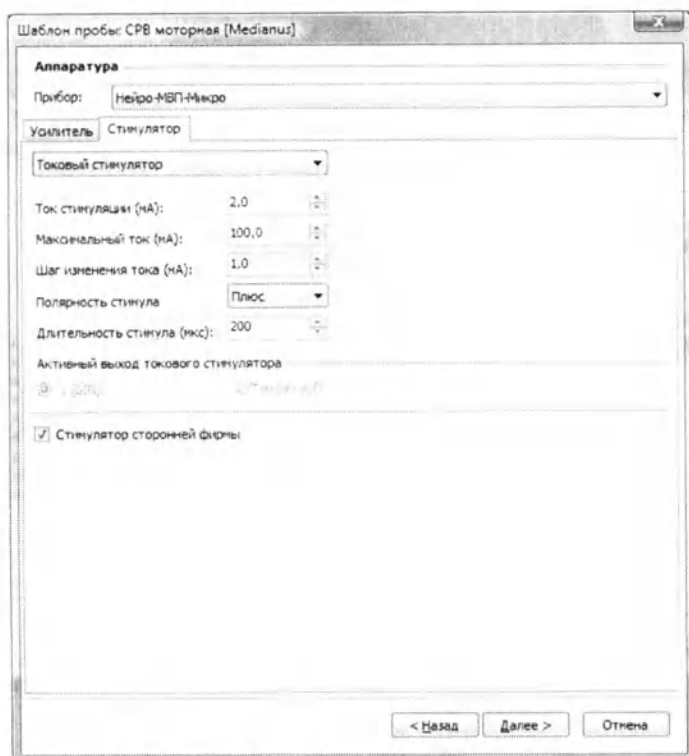

Рис. 12. Окно настройки запуска регистрации от внешнего стимулятора
3. Запустите программное обеспечение (ПО) «Нейро-МВП.NET», выполните команду меню **Настройка|Шаблоны проб|Настройка**, выберите необходимый шаблон пробы, нажмите кнопку «Изменить» и на странице «Аппаратура|Стимулятор» установите флажок «Стимулятор сторонней фирмы» (рис. 12). Этот шаг достаточно выполнить один раз для каждого шаблона, где планируется использовать внешний стимулятор. Если вы не желаете менять шаблон, то следует создать пробу и сделать аналогичные настройки в ней.
**Обратите внимание, что флажок «Стимулятор сторонней фирмы» (рис. 12) должен быть сброшен (очищен)!**